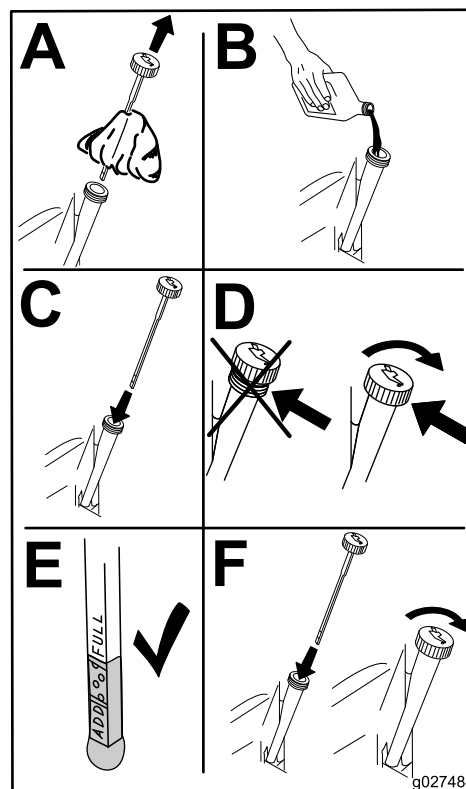

Figure 24
4. Versez lentement environ 80 % de la quantité d'huile spécifiée dans l'orifice de remplissage (Figure 24).
5. Patientez 3 à 5 minutes pour donner le temps à l'huile de se stabiliser, puis contrôlez le niveau (Figure 24).